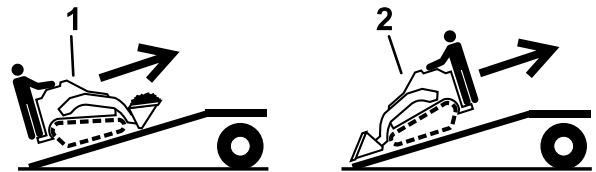

Figure 29
5. Montez la machine sur la remorque en gardant le côté le plus lourd en haut de la rampe et en maintenant la charge en bas (Figure 29).